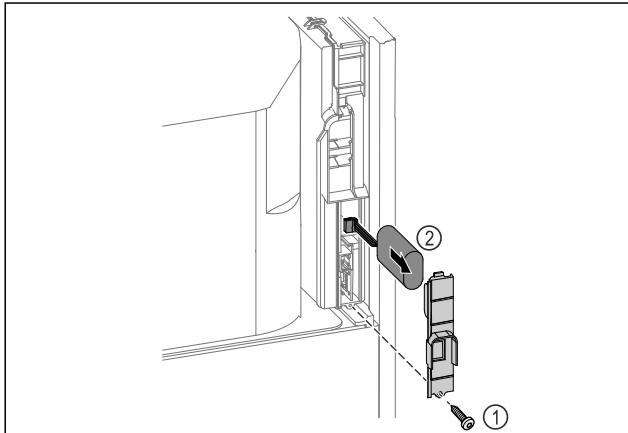

Fig. 254
- Открутите винт и снимите крышку с задней стороны устройства Fig. 254 (1).
- Отсоедините и извлеките аккумуляторную батарею Fig. 254 (2).